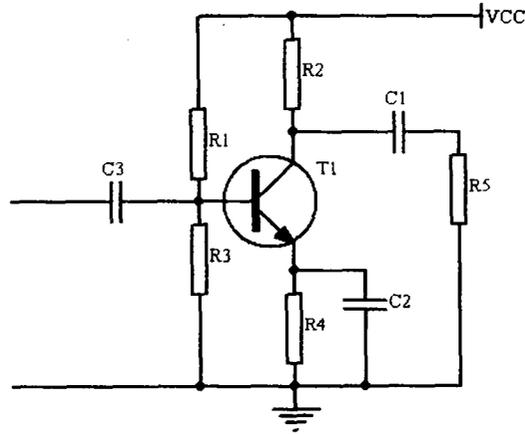
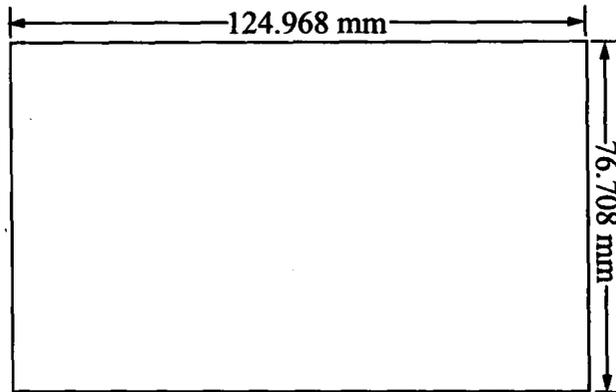

图 1-9 共发射极放大电路
图 1-10 确定板的尺寸和形状
- (1) 先用原理图编辑器绘制图 1-9 所示电路图,命名为 T. sch。
- (2) 执行菜单命令“文件”→“报表”→“电气规则检查”,检查图 1-9 所示电路图,针对检查报告中的错误修改原理图,重复上述过程直到无错误为止。
- (3) 执行菜单命令“文件”→“生成网络表”,依据修改后的原理图生成格式为 protel 2002 的网络表(T. net)。
- (4) 打开印刷板编辑器新建一个 PCB 文件,确定板的尺寸和形状(在机构 1 层),如图 1-10 所示。